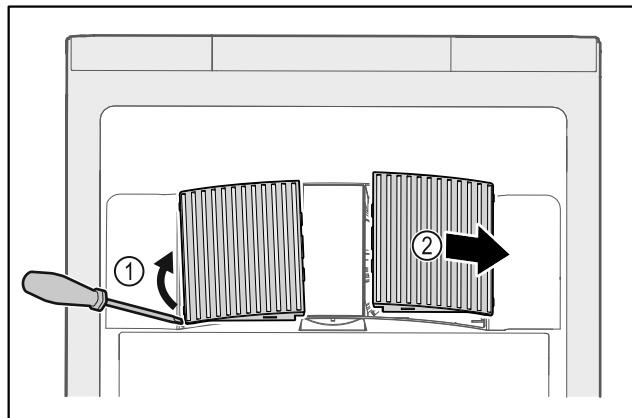

Fig. 34
- Nxirri jashtë duke i ngritur lart me kujdes kapakët mbulues të ventilatorit nga anash Fig. 34 (1) dhe hiqni nga përpara Fig. 34 (2).